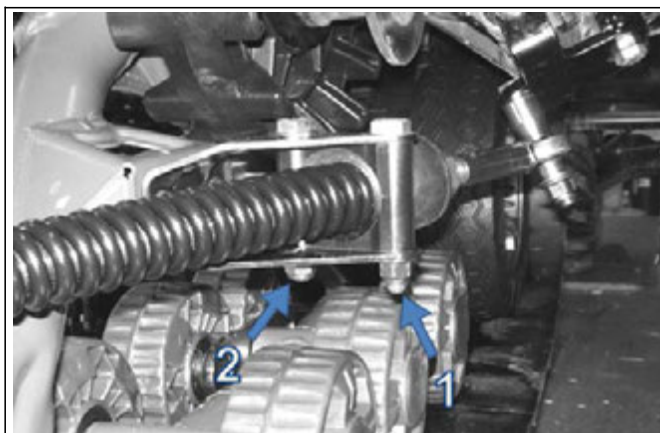

Рис. 14
- После завершения настройки угла атаки, нужно затянуть два фиксирующих болта (поз.1 и 2) **кронштейна** системы противовращения с усилием 50 Н·м (как показано на рис. 14).